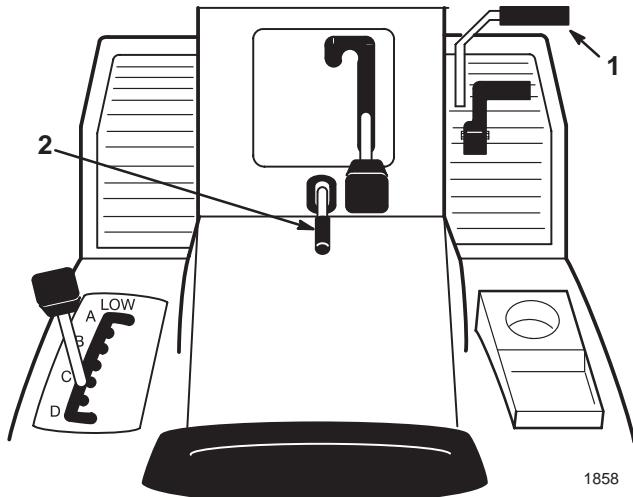

Bild 3
1. Drücken Sie das Bremspedal (Bild 3) herunter und halten es in der gedrückten Position.
2. Ziehen Sie den Feststellbremsshebel (Bild 3) hoch und nehmen den Fuß nach und nach vom Bremspedal. Das Bremspedal sollte in heruntergedrückter (gesperrter Position) bleiben.
1. Drücken Sie das Bremspedal (Bild 3) herunter. Der Feststellbremsshebel sollte sich lösen.